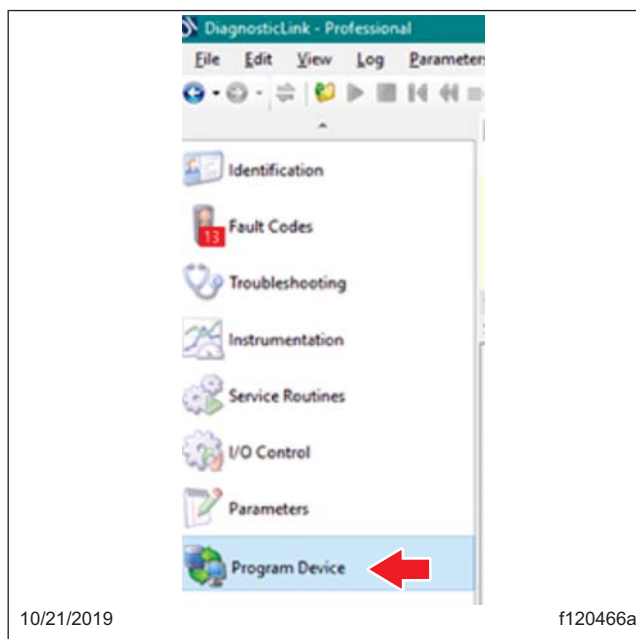
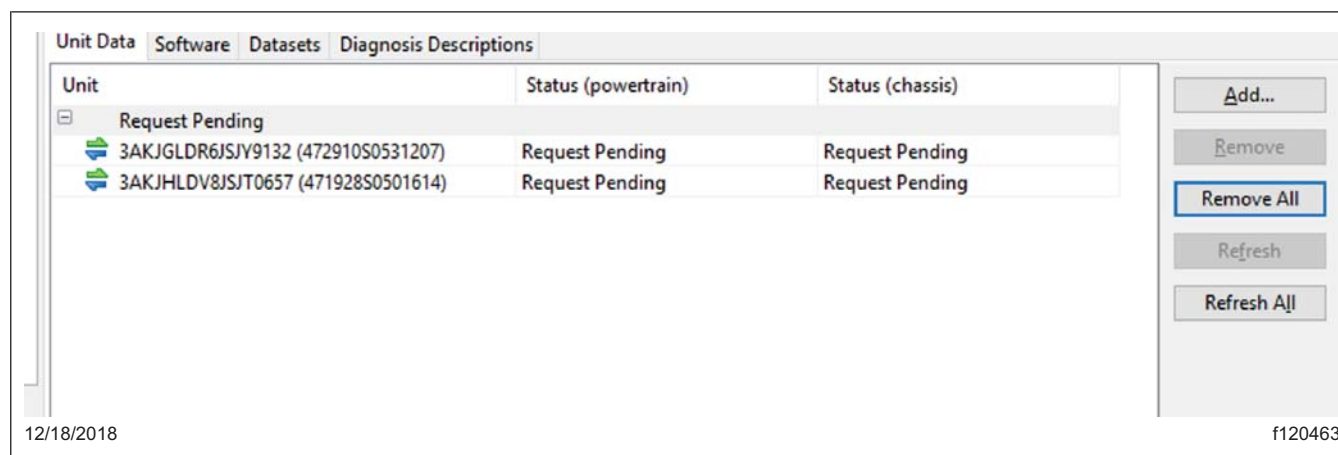

Fig. 2, Onglet « Program Device » (Programmer l'appareil)
Fig. 3, Suppression des demandes en attente
4. Sélectionnez « Program Device » (Programmer l'appareil). Reportez-vous à la figure 2 . S'il y a des éléments dans la section des téléchargements « Request Pending » (Demandes en attente), ils doivent être supprimés. Pour ce faire, sélectionnez un élément de la liste des demandes en attente, puis appuyez sur le bouton « Remove All » (Supprimer tous). Reportez-vous à la figure 3.